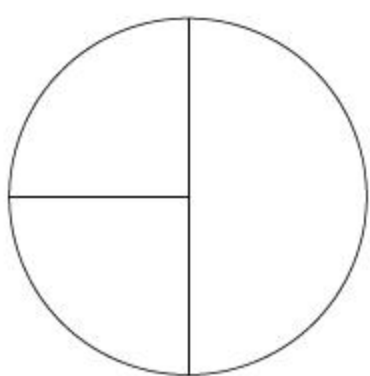

图8-119 绘制线段
- 02 调用L【直线】命令，过圆心绘制线段，结果如图8-119所示。